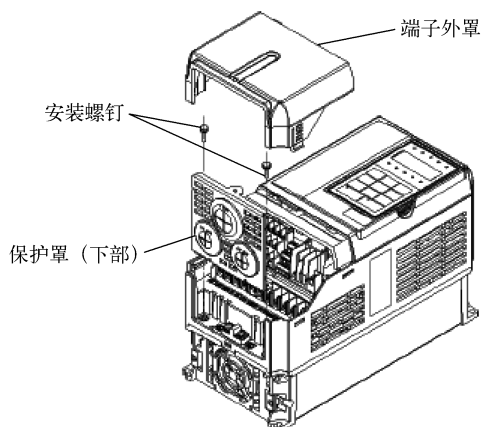

图 3-19 保护罩（下部）的拆卸
- 首先按照图 3-19 中的步骤卸下端子外罩。
- 按图 3-19 中的步骤装上端子外罩。